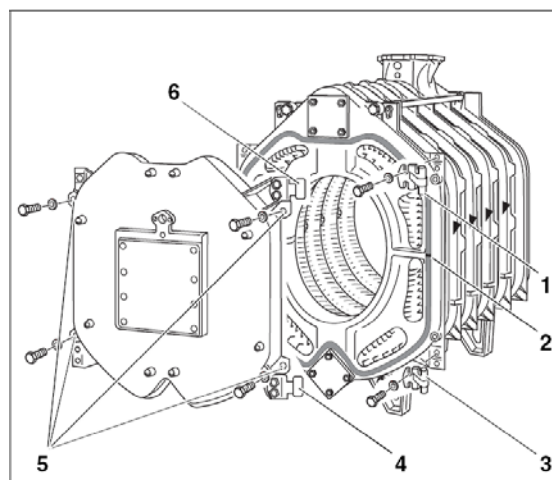

Fig. 28
Från fabriken är det två gångjärn (Fig. 28, **pos. 4 och 6**) monterat på höger sida av brännardörren. Om dörren önskas monteras vänsterhängt, ska gångjärnen flyttas över på vänster sida av brännardörren.
- Skruva gångjärnstapparna (Fig. 28, **pos. 1 och 3**) på den främre sektionen med 2 sexkantsskruvar M 12 x 50. Fig. 28 visar dörren högerhängd. Med vänsterhängd dörr ska gångjärnstapparna monteras på vänster sida.
- Limma fast GP-gummit, och 18 mm, försektionen med Silastik-lim. Samlingen i tätningsgummit ska vara placerat på sidan. (Fig. 28, **pos. 2**).
- Stäng brännardörren, och skruva fast den med fyra sexkantsskruvar (M16 x 140) i de visade positionerna (Fig. 28, **pos. 5**). Spänn sexkantsskruvarna korsvis lika mycket.